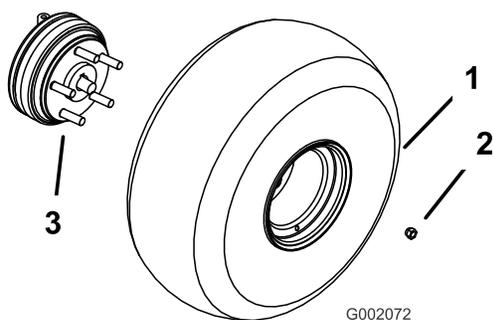

Figura 3
3. Monte las ruedas usando las fijaciones que retiró anteriormente (Figura 3) y apriételas a 61–88 Nm.